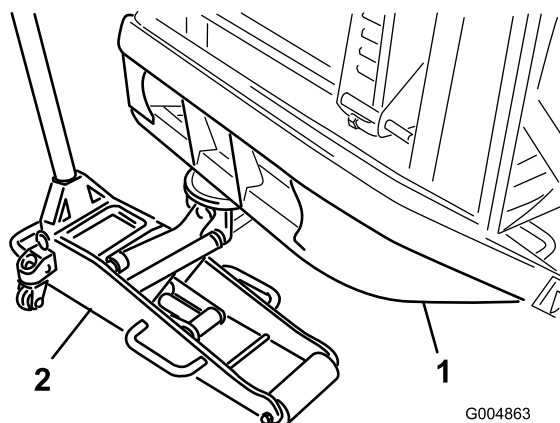

Рисунок 94
5. Поместите подходящий напольный домкрат под трубу заднего бампера и поднимите так, чтобы задние шины оторвались от земли (Рисунок 94).